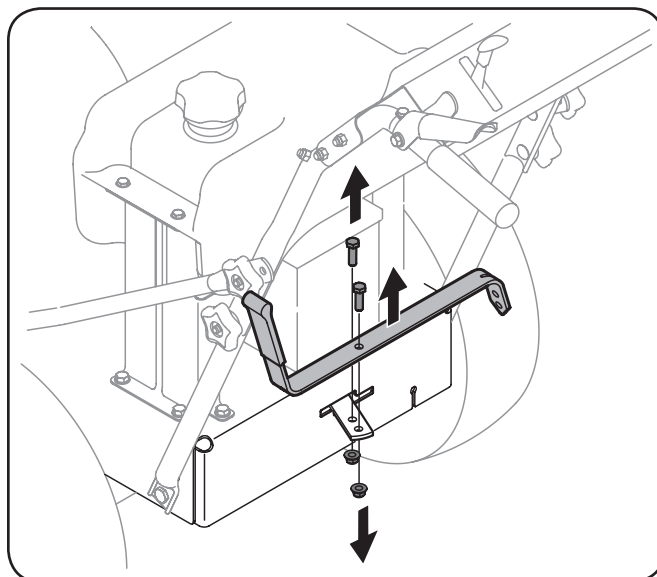

Figure 3-5
1. Extraiga el tornillo y la tuerca de seguridad que sujetan la palanca de cambios a la placa de la palanca de cambios. Vea Figure 3-5.
2. Extraiga el tornillo y la tuerca restantes de la placa de la palanca de cambios inferior. Vea Figure 3-5.